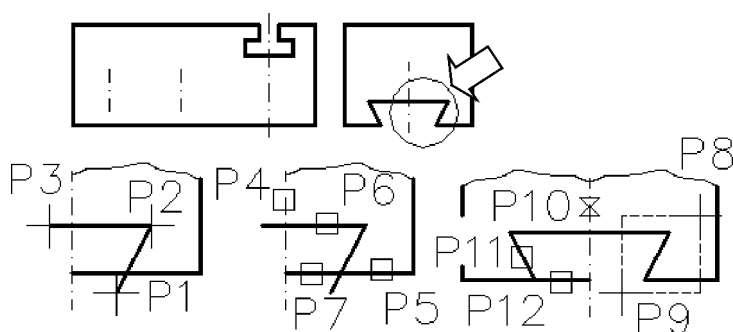

Fig. 6.6 Exercițiul 6.3 – pasul 3
- Pasul 3. Se setează stratul **Contur** ca strat curent. Se trasează profilul celor două canale, ca în Fig. 6.6. Dialogul este: